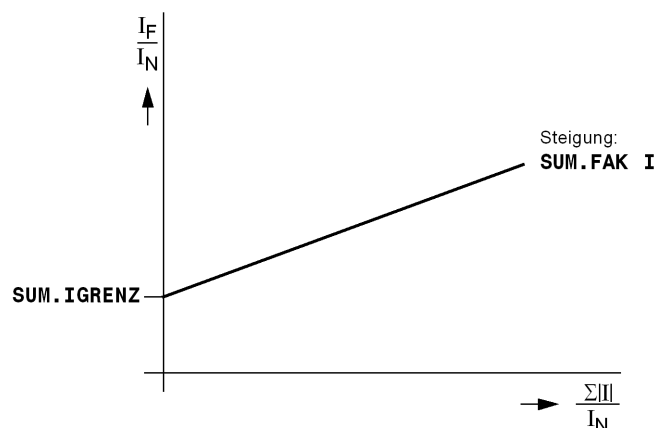

Bild 2-148 Stromsummenüberwachung
**SUM. IGRENZ** und **SUM. FAK. I** sind Einstellparameter. Der Anteil **SUM. FAK. I**  $\cdot \Sigma |I|$  berücksichtigt zulässige stromproportionale Übersetzungsfehler der Eingangsübertrager, die insbesondere bei hohen Kurzschlussströmen auftreten können (Bild 2-148). Das Rückfallverhältnis beträgt ca. 97 %.  $\Sigma |I|$  ist die Summe aller Strombeträge: